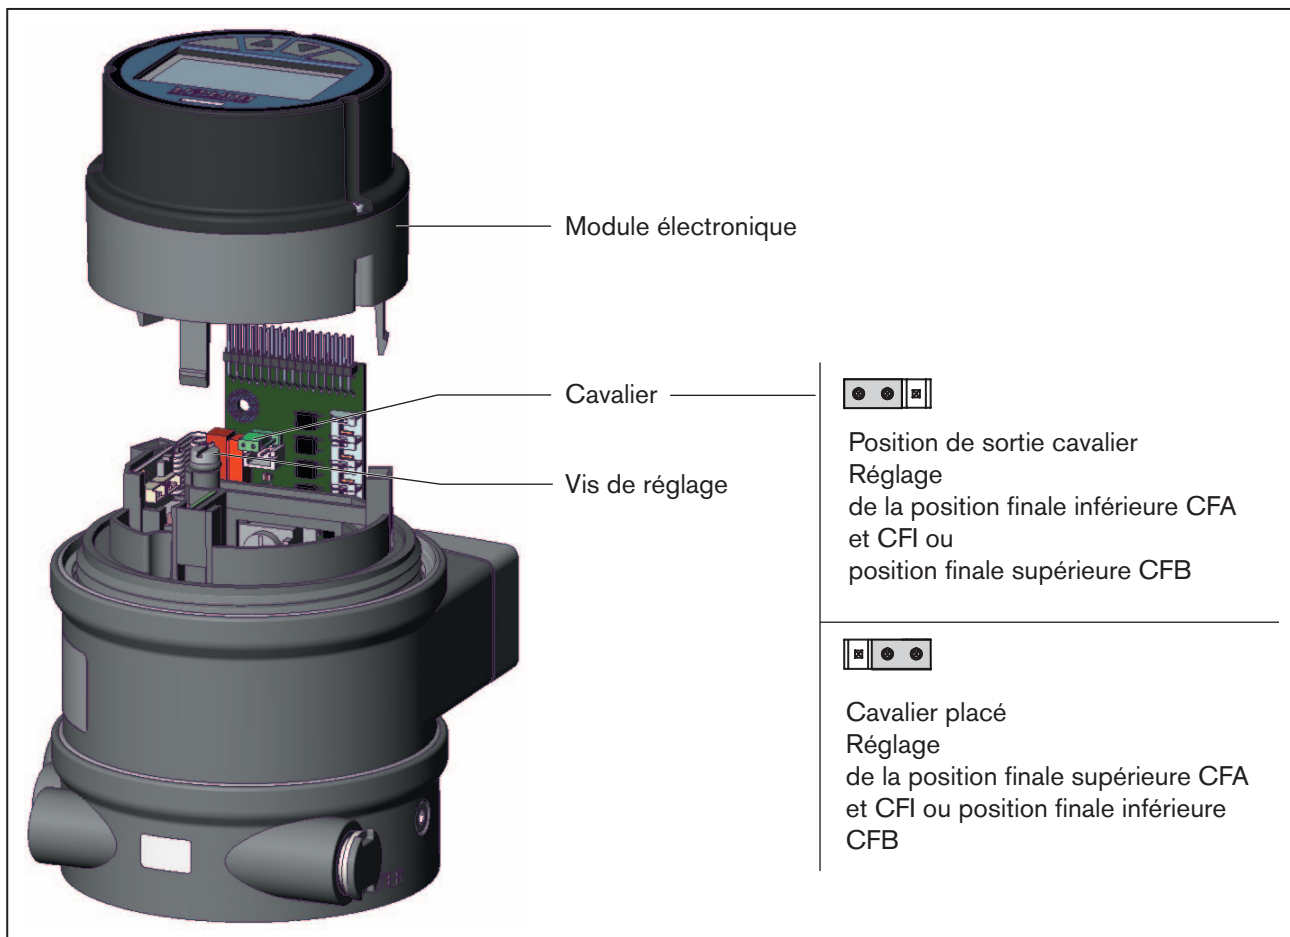

Figure 30 : Réglage des fin de course
- Placer le cavalier (voir « Figure 30 : Réglage des fin de course »).
- Replacer le cavalier en position de sortie (« Figure 30 »).